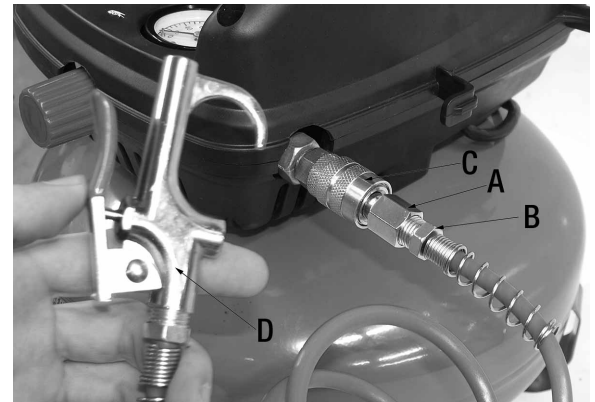

FIGURE 7
2. Vissez le raccord mâle de 1/4" (A) Fig.7 à un des bouts du boyau enroulé (B), ensuite branchez le raccord mâle de 1/4" (A) au connecteur rapide de sortie d'air (C). Raccordez l'accessoire désiré (D) à l'autre bout du boyau enroulé. Pour empêcher les fuites d'air, il est recommandé d'utiliser du ruran Teflon (non inclus) sur les filets du boyau enroulé.